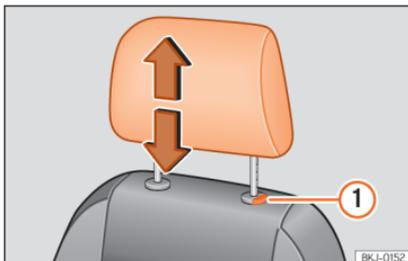

Abb. 141 Kopfstütze vorne: Einstellung und Ausbau.
- Sicherungstaste ① drücken » » » **Abb. 141** und Kopfstütze herausziehen.